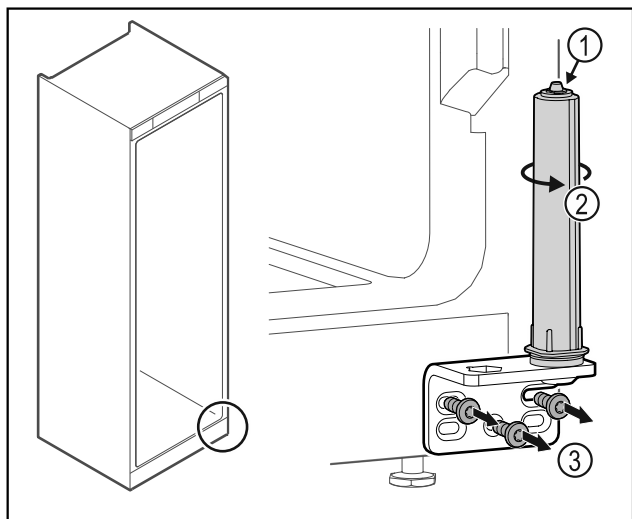

Fig. 36
- ▶ Ne szedje szét az ajtó zárrendszert Fig. 36 (1).
- ▶ Forgassa el a zárrendszert Fig. 36 (2), amíg az be nem kattann.
- ▶ Csavarozza le a csuklópántot Fig. 36 (3).